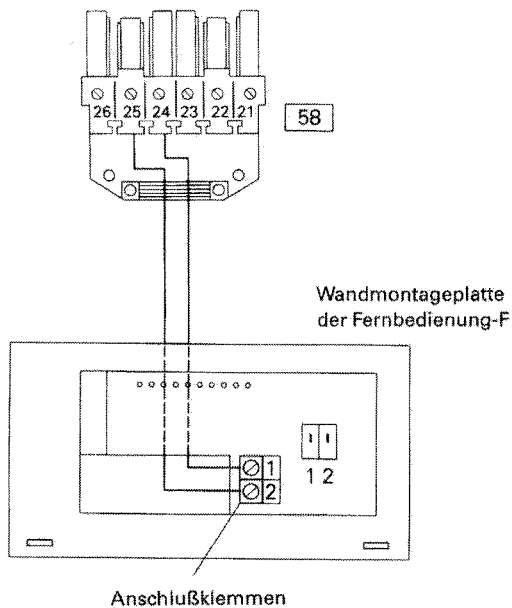

Abb. 4.4
1. Anschlußleitung von der Fernbedienung-F in Steckverbinder **58** entsprechend Abb. 4.4 anschließen.